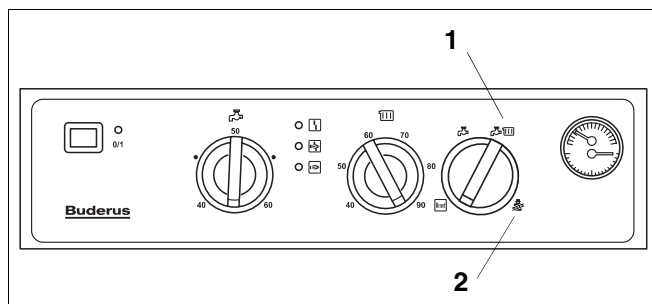

Fig. 24 Livello di servizio
- Portare l'interruttore per la selezione del tipo di funzionamento in posizione   (fig. 24, pos. 1).